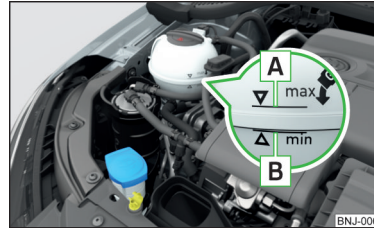

Abb. 160
Die Bezeichnung des Kühlmittels ist auf dem Kühlmittelausgleichsbehälter aufgeführt » Abb. 160 auf Seite 160.
- Das Kühlmittel nicht über die Markierung **A** auffüllen » Abb. 160 auf Seite 160.
Kühlmittelausgleichsbehälter » Abb. 160
➤ Den Kühlmittelstand am Kühlmittelausgleichsbehälter prüfen » Abb. 160.
Bei betriebswarmem Motor kann das Prüfergebnis ungenau ausfallen. Der Stand kann auch über der Markierung **A** » Abb. 160 liegen.